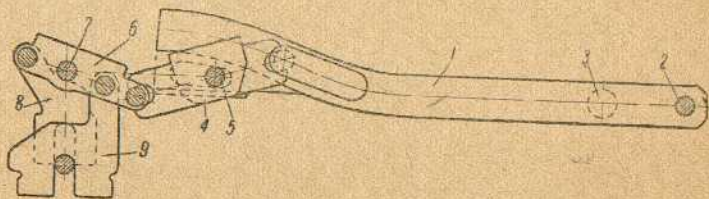

Рис. 22. Схема подающего механизма (вид сверху).
**Подающий механизм.** При движении затвора вперёд, пока ролик 3 затвора (рис. 22) скользит по прямолинейной части